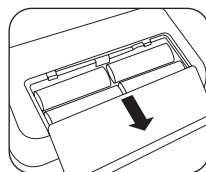

Fig. 1
- Abra la tapa de las pilas en la parte inferior del dispositivo (véase la fig. 1). Introduzca las pilas (véase el capítulo 13). Asegúrese de que la polaridad sea la correcta (polos + y -) cuando coloque las pilas. Cierre la tapa de las pilas. El dispositivo cambia automáticamente a la función de fecha/hora y, cuando se usa por primera vez, la pantalla muestra el número "3 1" para el día y "12" para el mes. La fecha ajustada, por tanto, es el 31 de diciembre. Ajuste la fecha y la hora, tal y como se describe a continuación.